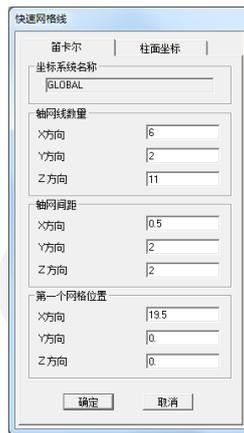

图 1-1 快速网格线对话框
2. 在**快速网格线**对话框中，定义轴网线数量、轴网间距以及第一个网格位置，如图 1-1 所示：